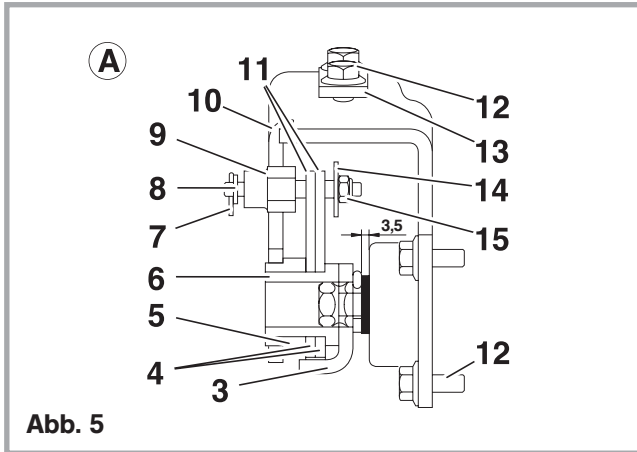

Abb. 5
Die Abbildung 5 (A) ist nur gültig für Anhängerkupplungen des Typs 500 und 530 ab **technischen Stand 3**.